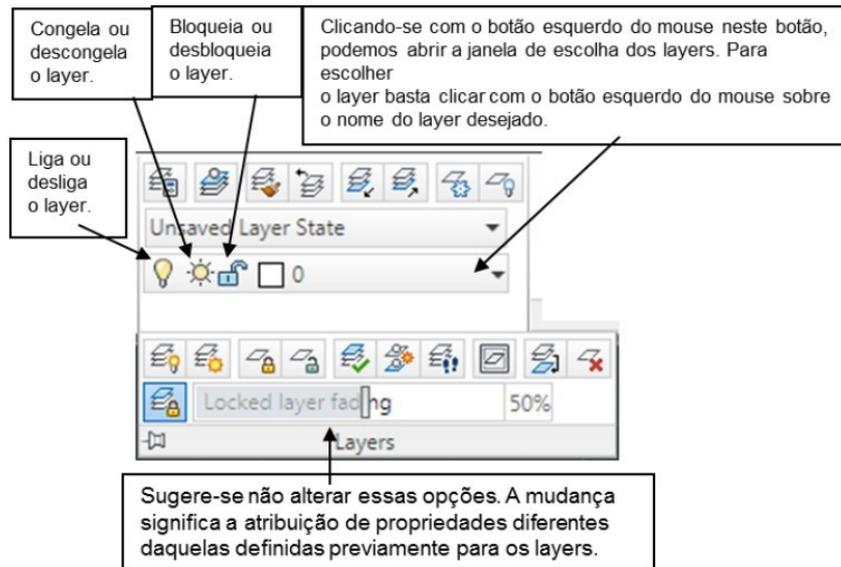

Figura 7.5 - Detalhe mostrando a barra de propriedades.
9. Agora, podemos desenhar de acordo com os *layers* definidos. Para tanto, devemos, inicialmente, escolher o *layer* onde começaremos o trabalho, clicando sobre o nome do *layer* desejado na barra de propriedades, conforme indica a figura 7.5. Para exemplificar, comecemos, inicialmente, pelo *layer azul tracejado*.